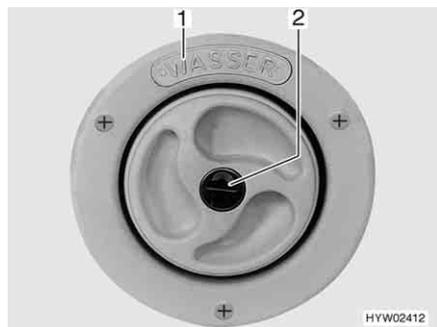
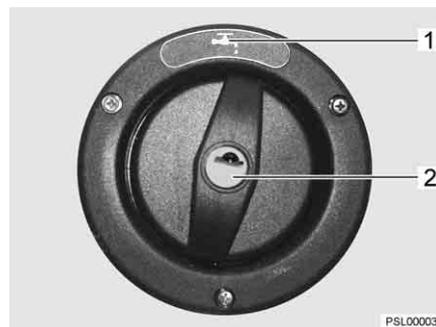

Fig. 38 Tapa de cierre para el tubo de llenado de agua potable
Fig. 39 Tapa de cierre para el tubo de llenado de agua potable (alternativa)
▷ El tubo de llenado de agua potable está marcado con el rótulo "WASSER" (agua) (Fig. 38,1) o con el símbolo "☰" (Fig. 39,1).
**Abrir:** ■ Introducir la llave en el cilindro de cierre (Fig. 38,2 ó Fig. 39,2) y girar en sentido contrario a las agujas del reloj.